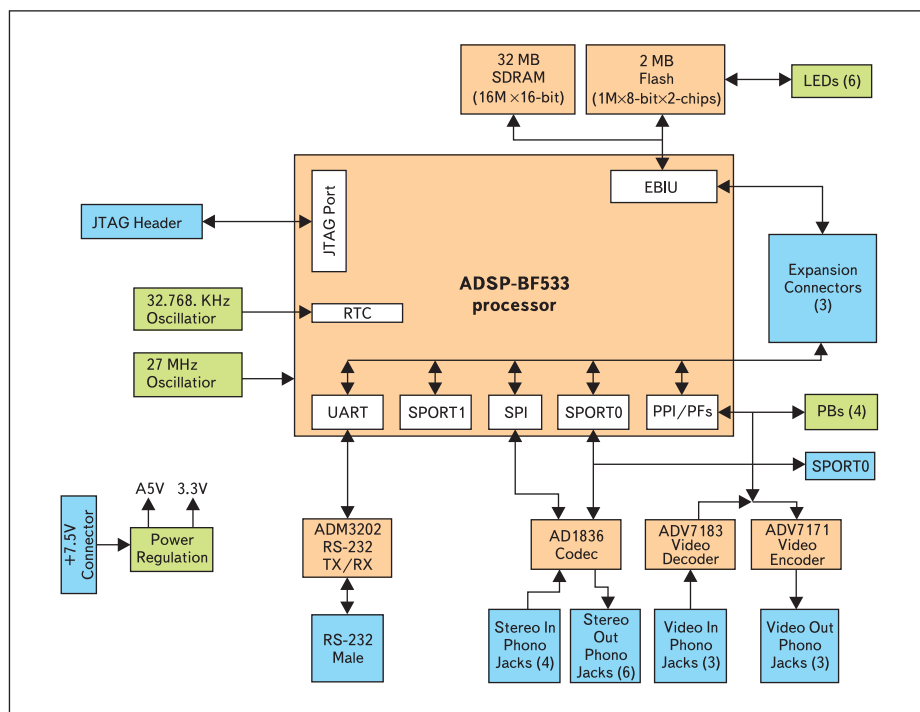
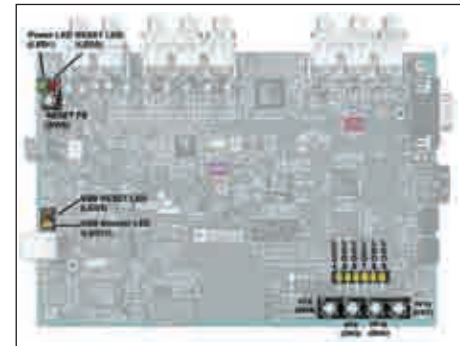

Рис. 5. Функциональная схема платы ADSP-BF533 EZ-KIT Lite
Рис. 6. Светодиоды и кнопки на ADSP-BF533 EZ-KIT Lite
Рассматривая рис. 5, с удивлением обнаруживаем, что наши светодиоды подключены не напрямую к портам вывода ADSP-BF533, а через Flash-память! А со стороны самого процессора они поддерживаются все еще пока для нас загадочным EBIU. Но зато становится ясно, почему разнесены в разные функции Init_EBIU() и Init_Flash(). Совсем пока неочевидно, что кнопка, изменяющая направление «бегущих огней», имеет связь с зеленым прямоугольником в правой части PBs (4). Но тогда взгляните еще раз на саму плату (рис. 6) с выделенными светодиодами и кнопками и на таблицу 1.